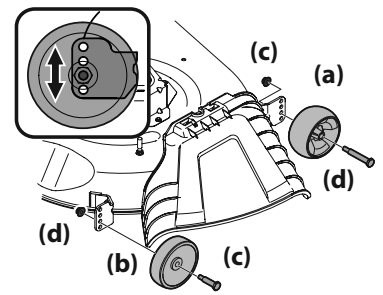

Figure 12
- b. Retirez les écrous autobloquants (c) et les boulons à épaulement (d) qui fixent les roues au plateau de coupe, puis enlevez les roues avant (a) et arrière (b). Voir Figure 12.